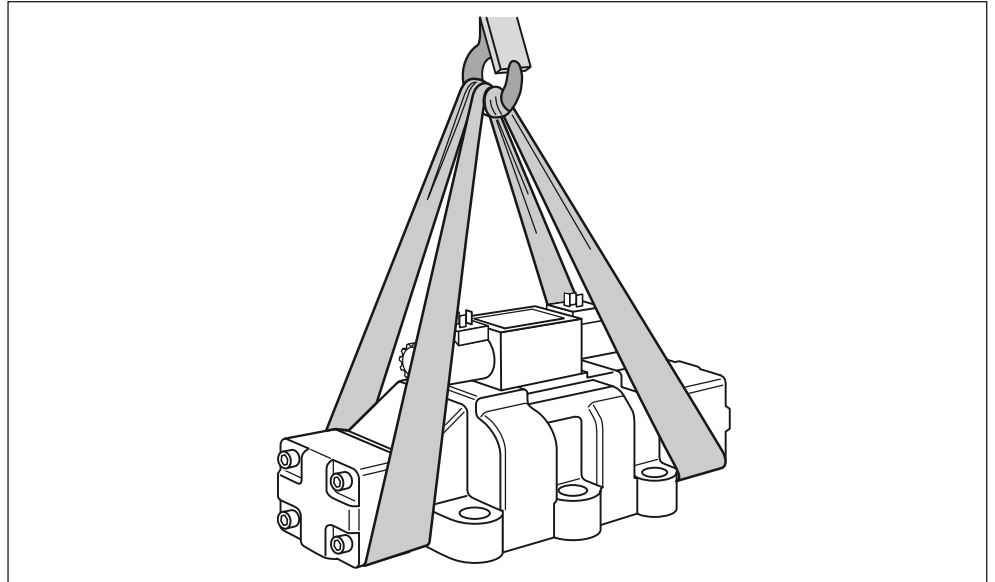

Рис. 1. Положение транспортной ленты
- ▶ Пропустите транспортную ленту вокруг гидравлического клапана таким образом, чтобы она не была проложена через навесные детали (например, управляющий клапан, электромагниты), см. рис. 1.